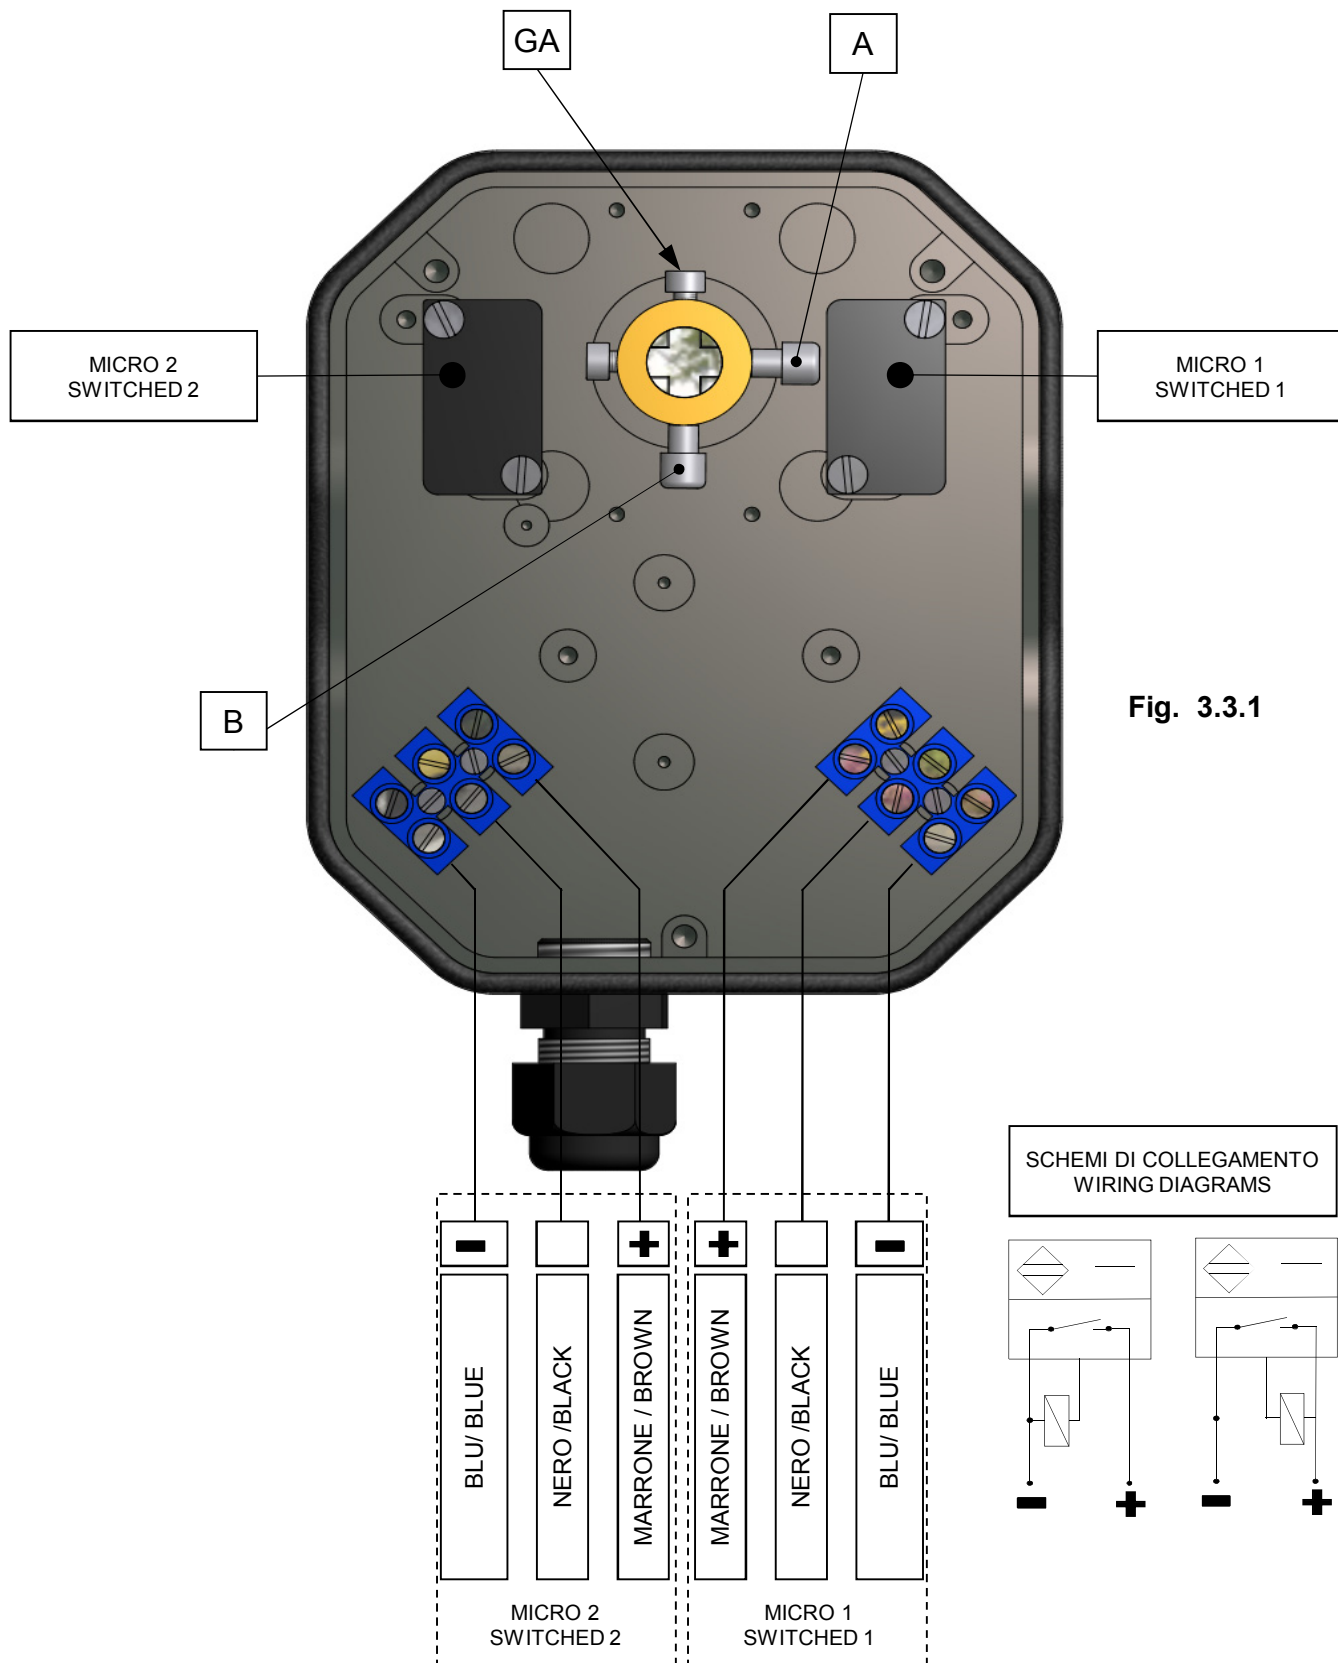

Fig. 3.3.1
- Eseguire i collegamenti elettrici come in Fig. 3.3.1
- Carry out the electric connection as per Fig. 3.3.1.